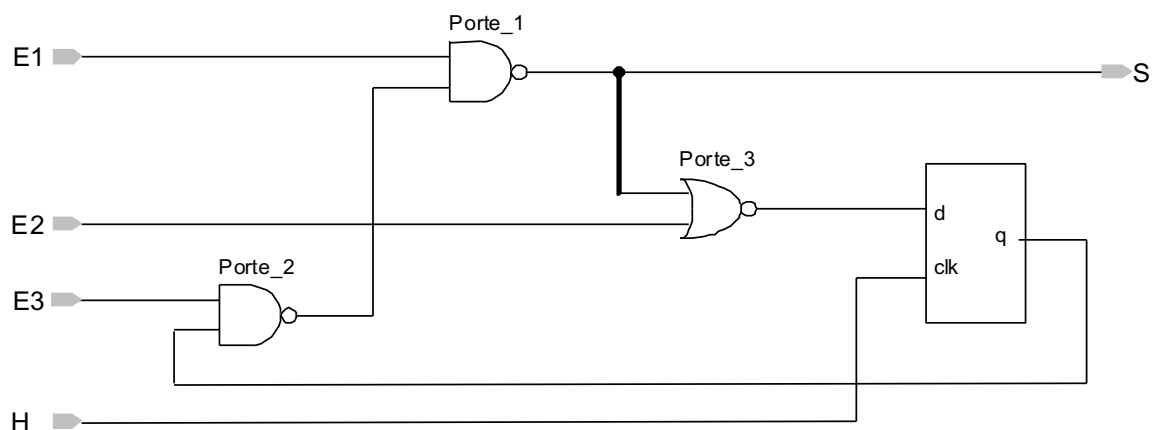

Figure 9: Exercice 3 de circuit séquentiel
Dans cette partie nous considérerons le circuit suivant (Figure 9).
- Crée l'horloge avec l'onglet *Scan* (Figure 9)